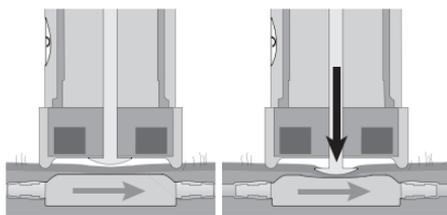

Abb. 16: Verstellung der Druckstufe
5. Ist das Verstellinstrument zentral auf dem Ventil positioniert, wird der Entriegelungsknopf gedrückt und die Verstellspitze bewegt sich aus dem Boden des Verstellinstrumentes. Damit wird im Ventil die mechanische Bremse gelöst und der gewünschte Öffnungsdruck eingestellt (Abb. 16).